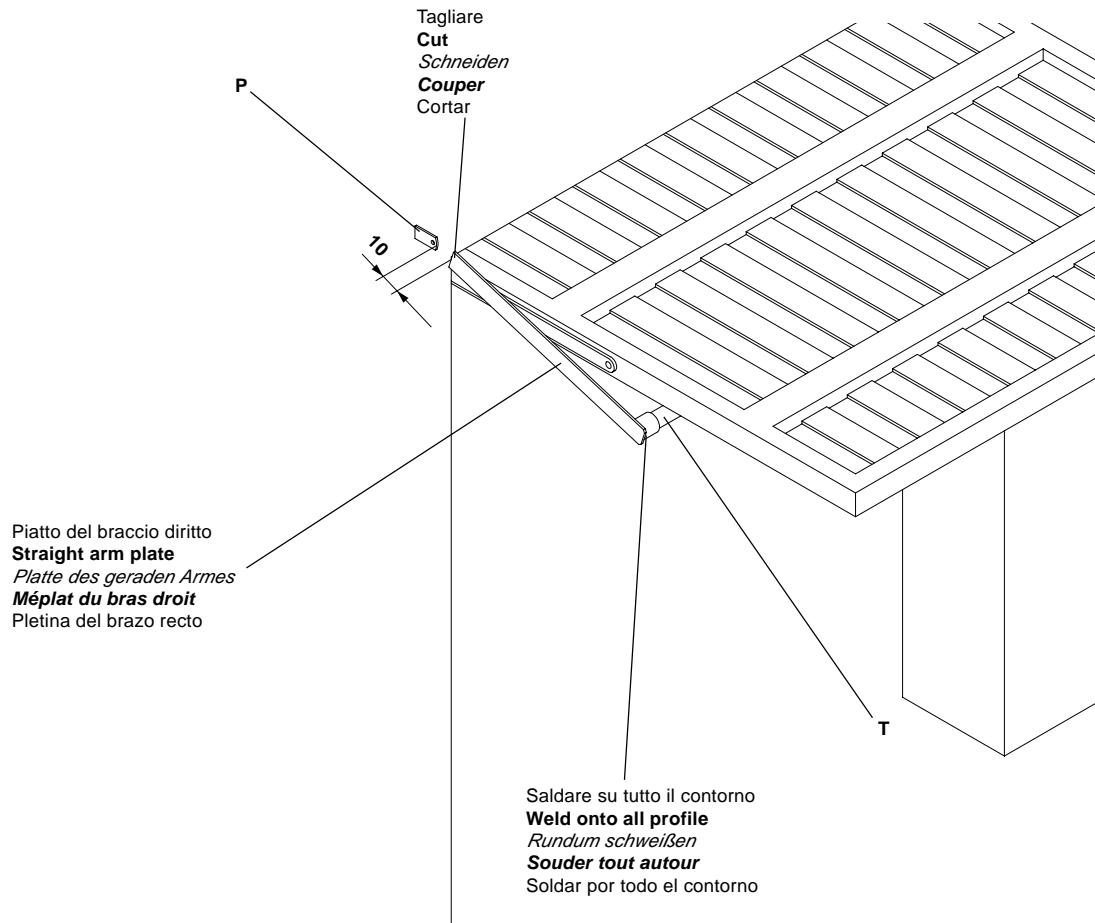

Fig.7
Saldare poi il piatto del braccio al tubo T (fig. 7) oppure utilizzare il braccio AU.45. Infilare il piatto nel tubo e quindi fissare quest'ultimo al piatto P mediante vite M10 e dado autobloccante (in dotazione).
5.5 Operation no. 4. Open the overhead door and cut the 2 straight arm components as per indications given on fig. 7 and 8. Now weld the arm plate to the tube T (fig. 7) or use the arm AU.D45.